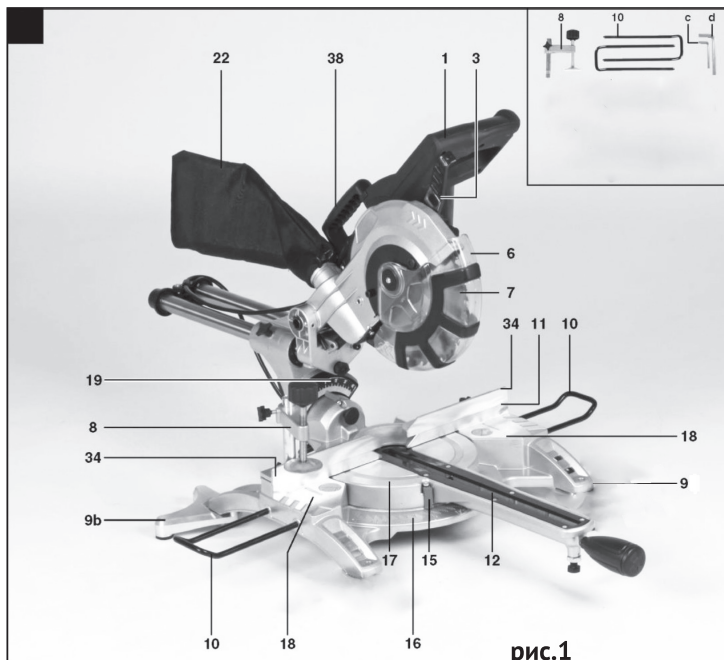
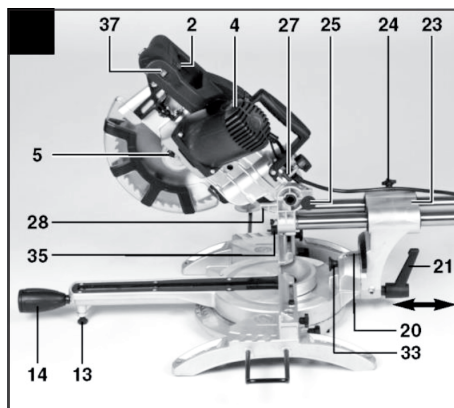
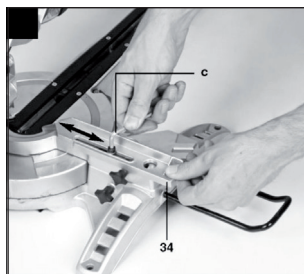

рис.1
рис.2
рис.6
1.1.2 Основным несущим узлом режущего блока пилы является металлический редуктор, выполненный заодно с верхним защитным кожухом диска. К редуктору крепится пластиковый корпус двигателя (рис.2 поз.4), с закреплённой на нём рукояткой. Вертикальное перемещение режущего блока для реза обеспечивает суппорт вертикального перемещения. Возвратная пружина на оси суппорта, возвращает режущий блок в исходное положение. Горизонтальное движение по направляющим и отклонение (вправо/влево) от вертикальной оси обеспечивает суппорт наклона и горизонтального перемещения (рис.2 поз.23).
1.1.3 Рабочий стол (рис.1 поз.17), вместе с режущим блоком, имеет возможность смещения (вправо/влево) относительно основания и параллельного упора (рис.1 поз.11), в который упирается обрабатываемая заготовка. Таким образом обеспечивается косой (от 0 до 45°) рез материала (брус, доска, планка и т.п.).
1. Вытянуть фиксатор (рис.2 поз.25) из основания двигателя, слегка надавливая на корпус двигателя (рис.1 поз.4).
2. Повернуть фиксатор (рис. 2 поз.25), на 90°. При этом пила останется в разблокированном положении
выключателя (рис.1 поз.2).
5. Одной рукой нажмите на фиксатор шпинделя диска (рис.1 поз.5),
устанавливая торцовый ключ (d) на болт фланца (рис.1 поз.31). Фиксатор шпинделя пильного диска срабатывает не более, чем через один поворот.
6. Прилагая дополнительное усилие ослабьте болт с левой резьбой, поворачивая его проти часовой стрелки, снимите прижимной фланец (рис.1
поз.32) и пильный диск (рис.1 поз.7). При этом опорный фланец должен оставаться на месте.
- для установки угла поворота ослабьте фиксирующую рукоятку (рис.1 поз.14), установите необходимый угол распила. Затем надёжно затяните
- для установки угла наклона необходимо ослабить стопорный винт (рис.1 поз.21), установить необходимый угол распила и надёжно зафиксировать стопорный винт.
- для осуществления возможности продольного движения режущего блока необходимо ослабить фиксатор (рис.1 поз.24).
- пила обладает подвижными стопорными упорами (рис.6 поз.34), которые зафиксированы на неподвижной упорной планке (рис.1 поз.11).
- для включения лазерной направляющей установите кнопку включения и выключения лазерной направляющей (рис.1 поз.37) в положение «I». Направляющая проецируется на разрезаемый материал, обеспечивая ровную отметку резки.
- для выключения, установите кнопку включения и выключения лазерной направляющей (рис.1 поз.37 в положение «0»).